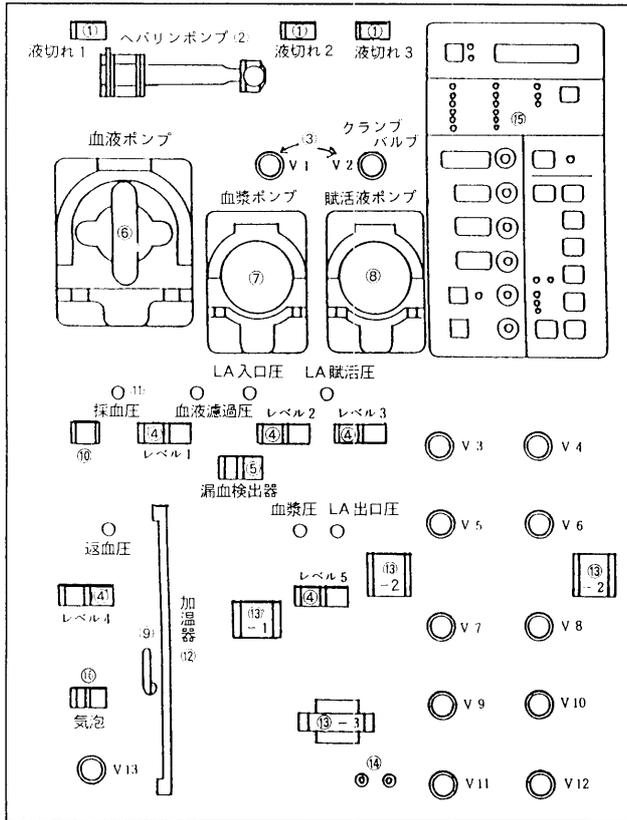
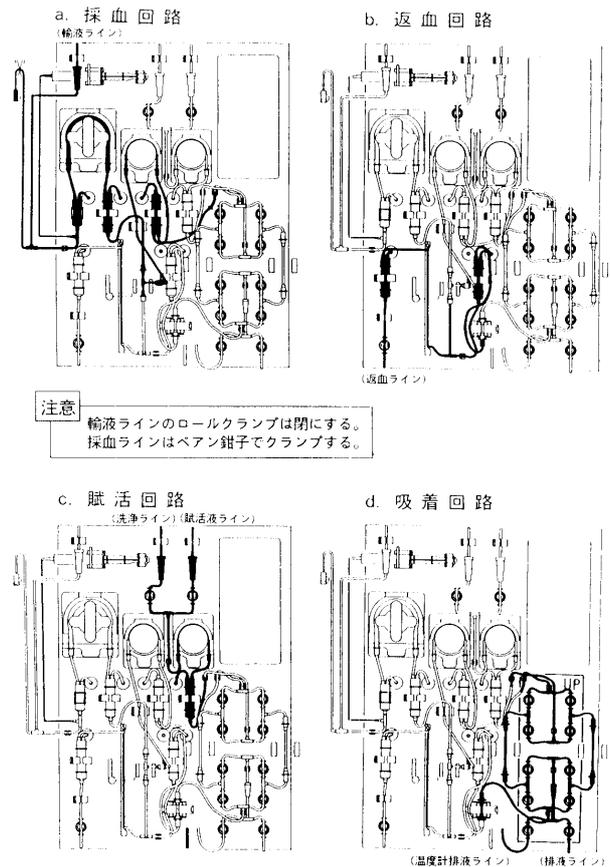

図3 前面パネル
図6 回路装着図
- 4.1 前面パネル図の名称と機能をを示す (図 3, 表 1)。
7.1 MA-01 の前面パネル (図3) に従い、血漿交換療法用回路 LT-MA 2 (Y) の4つの回路を装着する。この時、圧モニターラインもトランジューサー保護フィルター (7個) を介して装置に装着する (図6)。